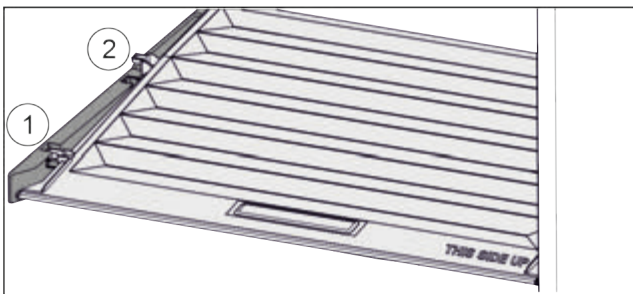

Fig. 51
- ▶ Кришку до отвору в деталях для підтримки потягнути вперед Fig. 51 (1).
- ▶ Підняти ззаду знизу та вийняти Fig. 51 (2) вгору.